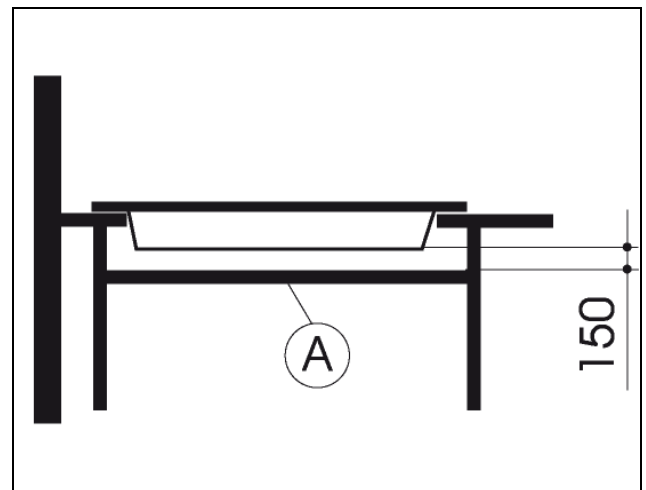

Fig.6
7. Por debajo de la mesa de trabajo instale estante "A" (fig. 6), asegurando de esta forma que el usuario no toque por casualidad la placa caliente por la parte inferior. Una vez instalada la placa en la mesa de trabajo se fijará el estante..